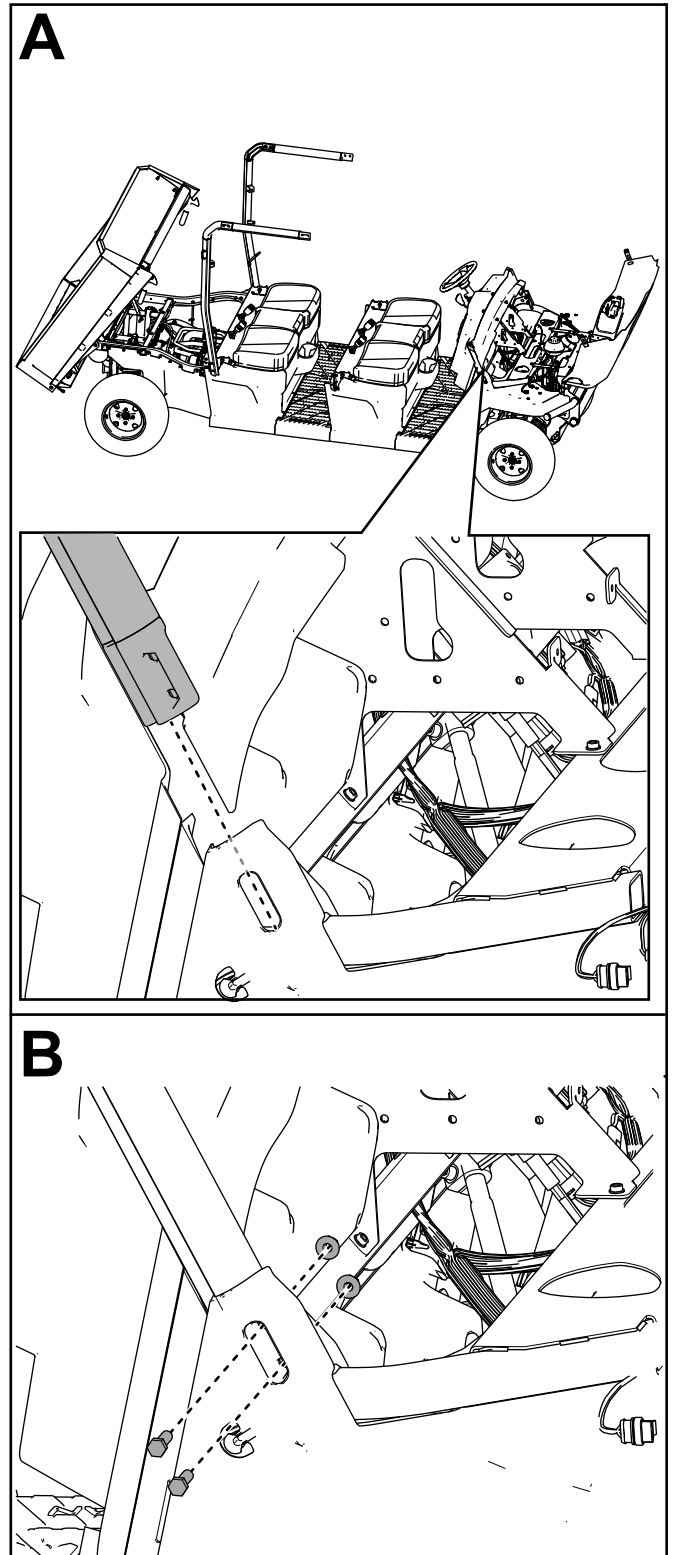

Figura 38
10. Sujete provisionalmente el conjunto de barra antivuelco delantera derecha en el soporte de montaje de la barra antivuelco derecha con 2 pernos de cabeza hexagonal ($\frac{3}{8}$ " x $1\frac{1}{4}$ ") y 2 contratueras ($\frac{3}{8}$ "), tal y como se muestra en la Figura 38.